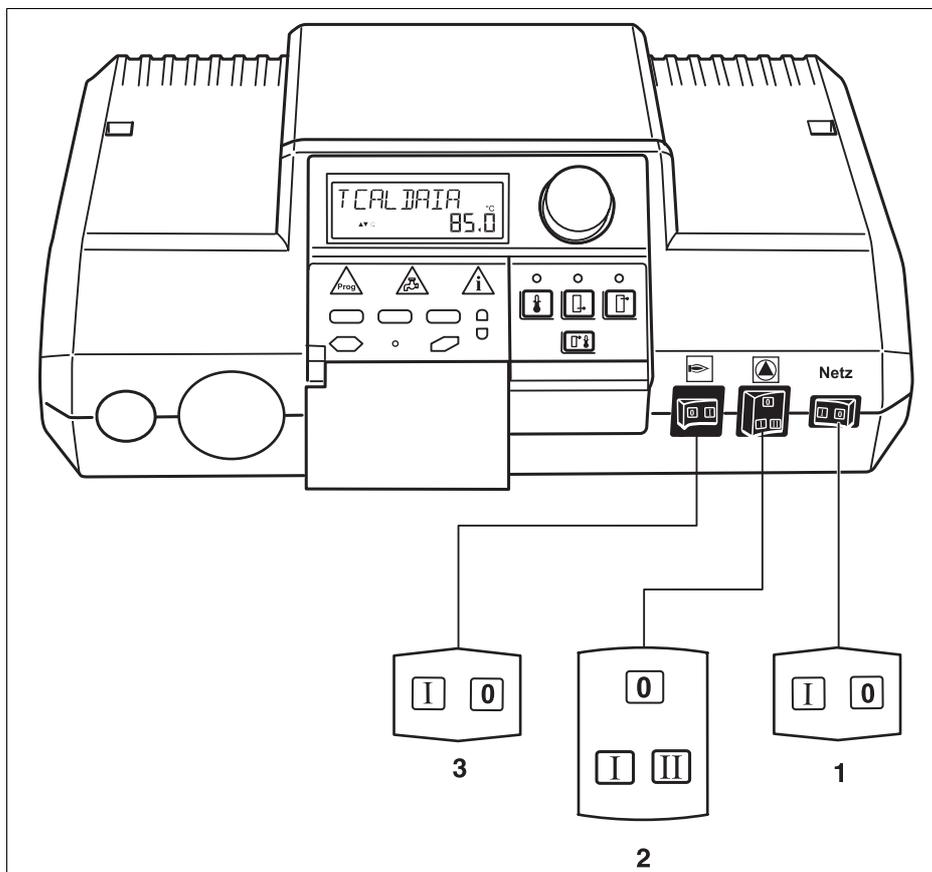

Fig. 3 Tasti necessari per la messa in esercizio
- Portare l'interruttore di esercizio su " **I** " (ON) (fig. 3, **pos. 1**).
- Portare l'interruttore per la pompa di circolazione su " **II** " Esercizio automatico (fig. 3, **pos. 2**).
- Portare l'interruttore di continuazione esercizio su " **I** " (ON) (fig. 3, **pos. 3**).
Selezionare la posizione "0" sull'interruttore di esercizio (fig. 3, pos. 1).